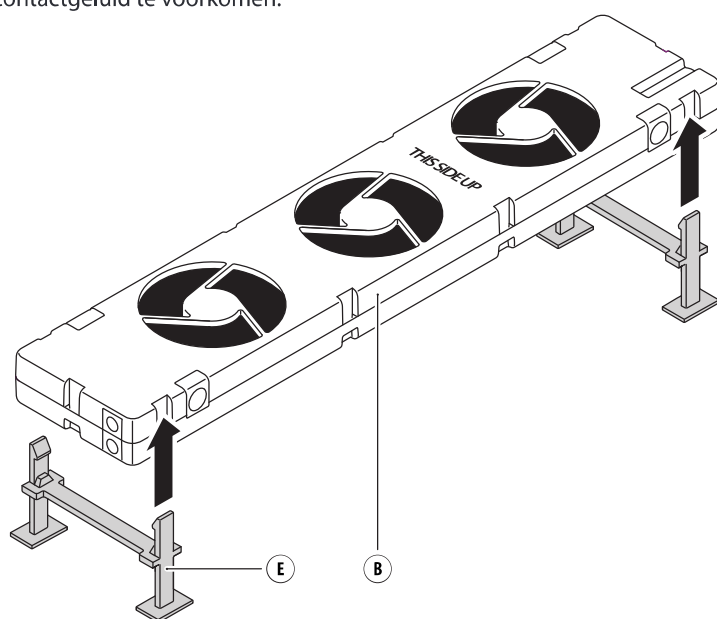

Afb. 7 - Bevestig de SpeedComfort (B1) aan de muur en de enkelplaat radiator.
2. Voer dezelfde stappen 1-7 als voor de brede radiator uit. Breng op de juiste plek de twee **metalen plaatjes** (D1, D2) op de muur aan. Gebruik de **verstelbare magneten** (c1, c2, c3, c4) op de **beugels** (C1, C2) om de **SpeedComfort** (B1) aan de muur en de enkelplaat radiator te bevestigen (zie afb. 7).